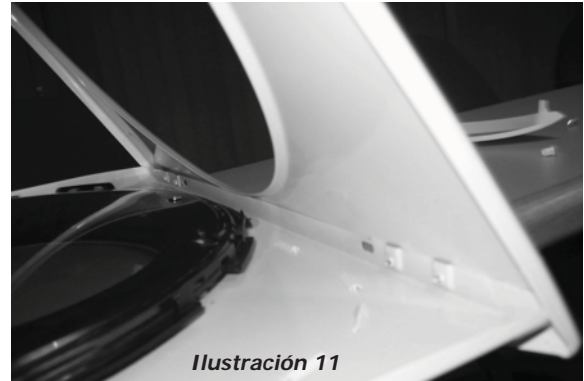

Ilustración 11
- 12 Vuelva a instalar la Puerta externa al ensamble interno de la puerta. (Ilustración 11)